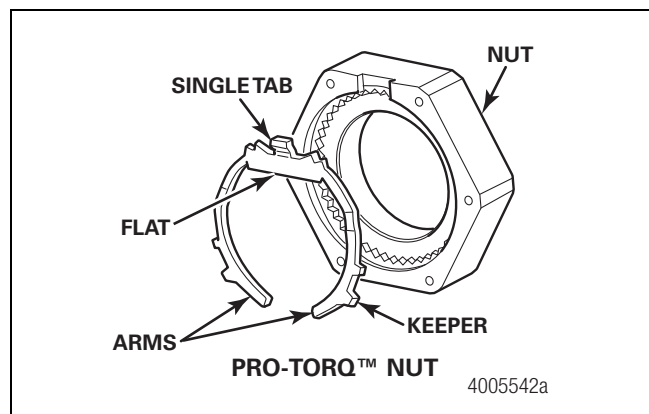

Figure 6.23
5. Install the PRO-TORQ™ nut. Figure 6.23.